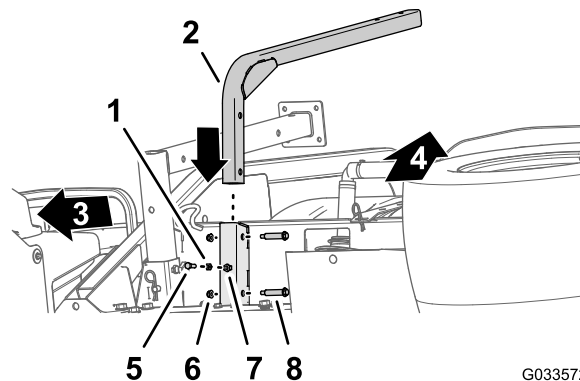

Figura 46
1. Aliniați tubul de susinere pentru rezervorul de apă dulce cu canalul de susinere a rezervorului (Figura 46).
2. Aliniați orificiile din tubul de susinere cu orificiile din canal (Figura 46).
3. Fixați tubul pe canal (Figura 46) cu cele 2 uruburi cu umăr (1/2 x 1 15/16") și cele 2 contrapiulițe cu guler (5/16").
5. Înfiletați contrapiulița (5/16") pe urub (5/16 x 1") așa cum este indicat în Figura 46.
6. Înfiletați urubul (5/16 x 1") și contrapiulița pe piulița pentru sudură de la baza canalului de susinere al rezervorului și strângeți manual urubul și contrapiulița (Figura 46).